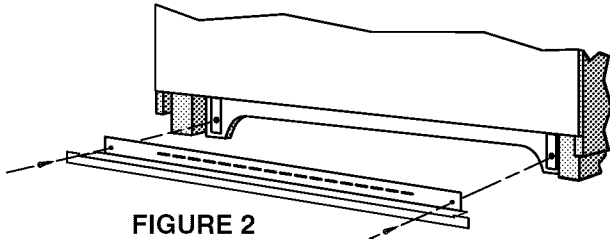

FIGURE 2
6. Voir la figure 2 pour la pose de la garniture inférieure.